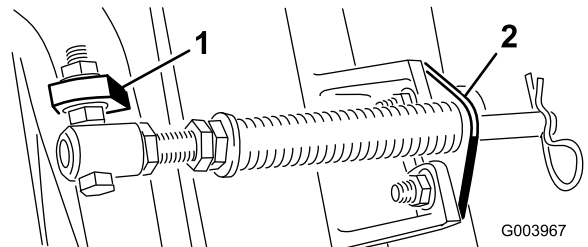

Bild 6
Hinweis: Positionieren Sie den Schraubenkopf zur Außenseite der Nase, wie in **Bild 6** dargestellt.
- D. Montieren Sie die Stangenhalterung mit den Schlossschrauben und Muttern an den Schneideinheitnasen (**Bild 6**).